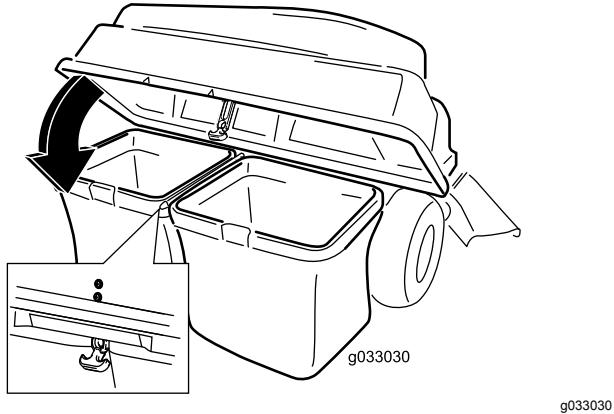

Figure 15
- Abaissez le couvercle du système de ramassage sur les bacs (Figure 15).
- Fixez le couvercle avec le dispositif de verrouillage (Figure 15).